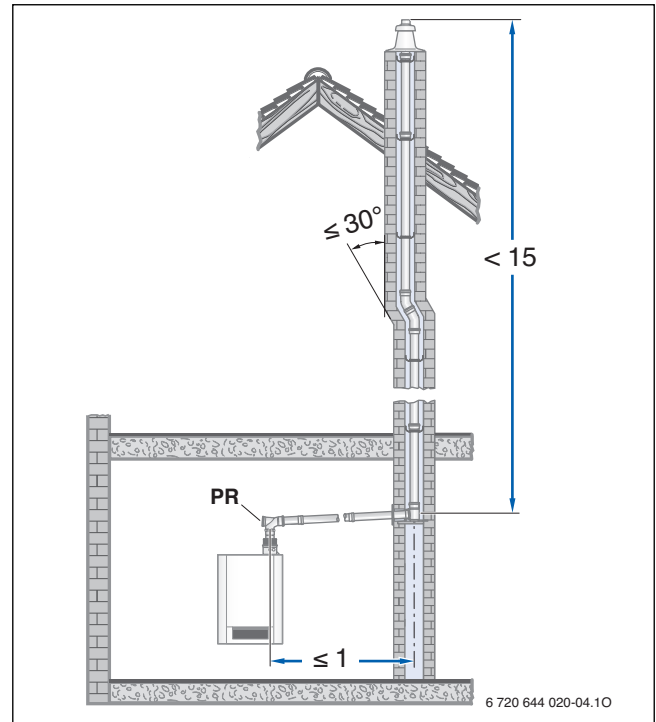
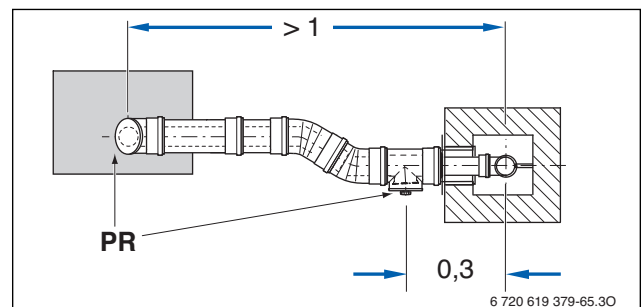

Bild 4 Beispiel zur Anordnung der Prüföffnung bei einer waagerechten Abgasleitung ohne Umlenkung im Aufstellraum (Maße in m)
Bild 5 Beispiel zur Anordnung der Prüföffnungen bei einer Abgasleitung mit Umlenkung im Aufstellraum – Draufsicht (Maße in m)
Gemäß DIN 18160-1 und DIN 18160-5 müssen Abgasanlagen für raumluftabhängigen Betrieb leicht und sicher zu überprüfen und ggf. zu reinigen sein. Hierzu sind Prüföffnungen einzuplanen (→ Bild 4 und Bild 5).
- an der Stirnseite im geraden, waagerechten Abschnitt der Abgasleitung höchstens 1 m von der Umlenkung in den senkrechten Abschnitt entfernt, sofern sich dazwischen keine Umlenkung befindet (→ Bild 4) oder
- seitlich im waagerechten Abschnitt der Abgasleitung höchstens 30 cm von der Umlenkung in den senkrechten Abschnitt entfernt (→ Bild 5).
- die untere Prüföffnung nach DIN 18160-1 und 18160-5 ausgeführt ist (→ Bild 4 und Bild 5).
Legende zu Bild 4 und Bild 5: